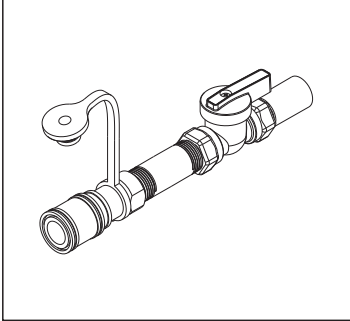

Figure 3
1. Connectez l'adaptateur de connexion rapide (**adaptateur**) à la tuyauterie de gaz naturel du bâtiment. Assurez-vous que la vanne d'arrêt NG (**vanne**) est présente (figures 3 et 4). Assurez-vous que le flexible de connexion rapide (**flexible**) n'est PAS connecté à l'adaptateur avant de continuer.